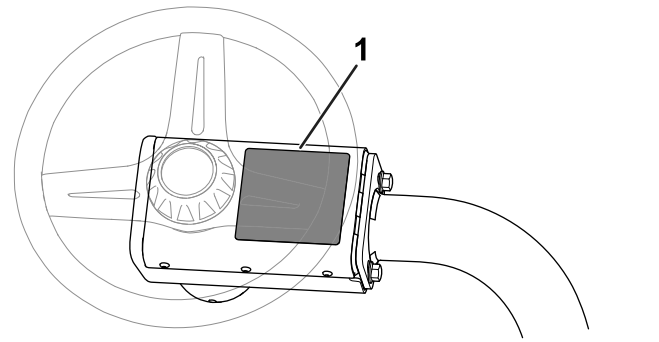

Figura 12
- **Pegatina de advertencia para CE:** Coloque la pegatina de advertencia para CE (Pieza n.º 139-8321) sobre la pegatina de advertencia existente (Pieza n.º 139-8320) en la cubierta del volante; consulte la Figura 12.